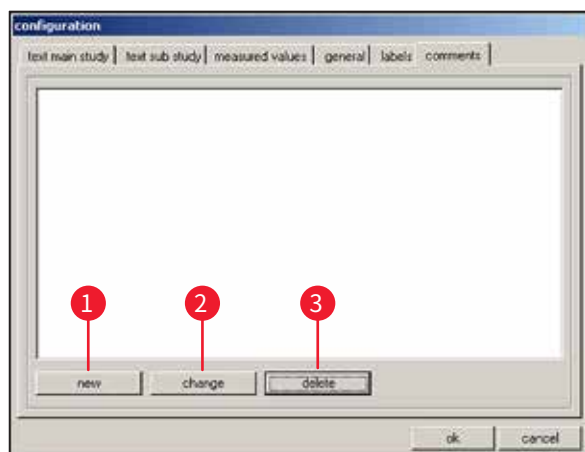

图 40
- 6 **Comments (备注)** 请参见 (→ 图 40) 中的解释